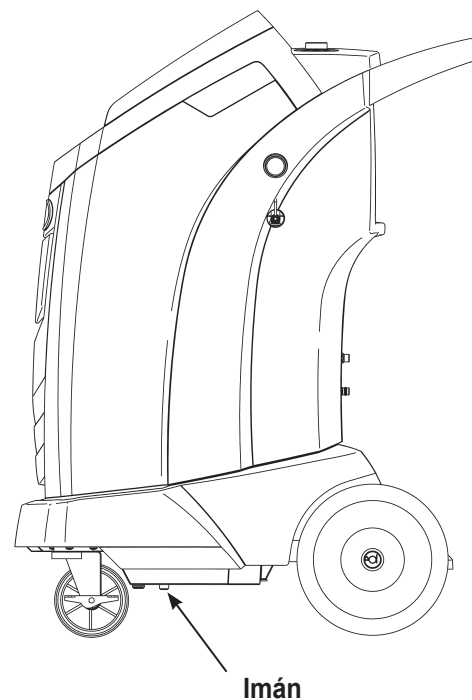

Figura 21
2. Consulte la Figura 21, y verifique que el imán en la parte inferior de la máquina esté limpio.